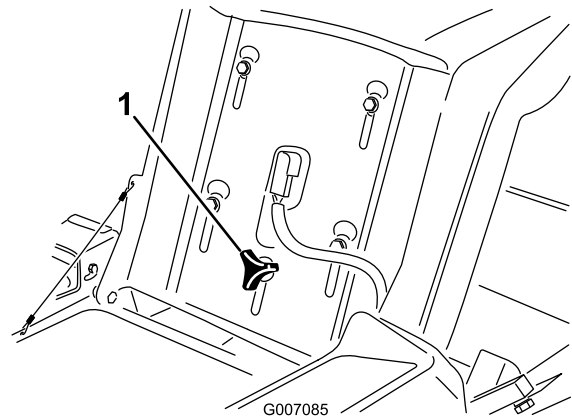

Figure 19
1. Soulevez le siège et desserrez les boutons de réglage jusqu'à ce que vous puissiez déplacer le siège (Figure 19).